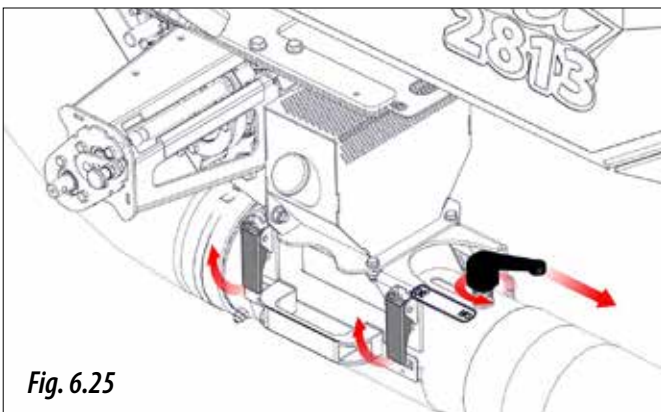

Fig. 6.25
- 2- Abrir la tapa del inyector venturi, para ello deberá actuar sobre los dos cierres rápidos y desplazar la maneta de calibración a la posición "NO" (Fig. 6.25).